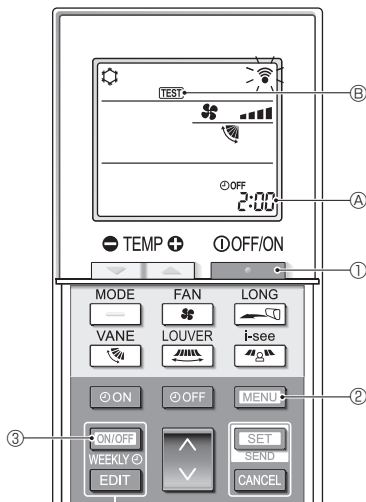

Fig. 7-5
7.2.2. Использование беспроводного пульта дистанционного управления (Fig. 7-5)
- Нажмите кнопку [ON/OFF] ①, чтобы остановить работу кондиционера воздуха.
- Если недельный таймер активирован (есть надпись WEEKLY), нажмите кнопку [ON/OFF WEEKLY] ③ для отключения таймера (нет надписи WEEKLY).
- Нажмите и удерживайте в течение 5 секунд кнопку [MENU] ②.
- Нажмите кнопку [MENU] ②.